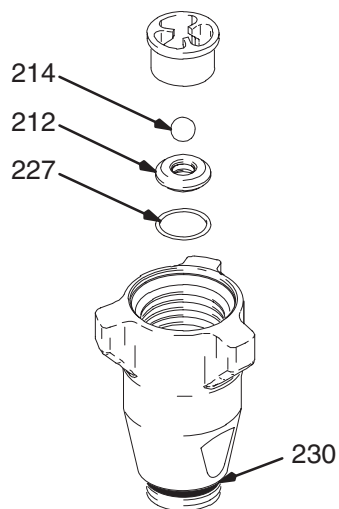

Fig. 23
Fig. 23. Remonter la soupape d'entrée avec des joints toriques (227) et (230), un siège (212) et une bille (214) neufs. On peut retourner le siège et utiliser l'autre côté. Nettoyer le siège avec soin.